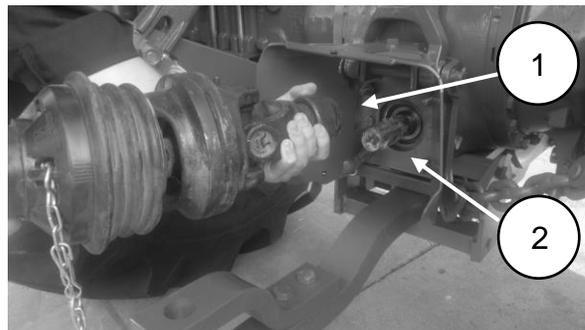

FIGURA 4
IMPORTANTE: Mantenga las estrías de enganche y el eje de fuerza limpios sin pintura o tierra. Para asegurar la línea de potencia, conecte la junta universal del enganche telescópico trasero (1) a la toma de fuerza (2) (FIGURA 4), presionando el perno y luego soltándolo. Para asegurar la flecha cardán a la flecha de la pulea motriz, deslice la junta universal en la flecha de la pulea motriz y apriete la cuña con los opresores.